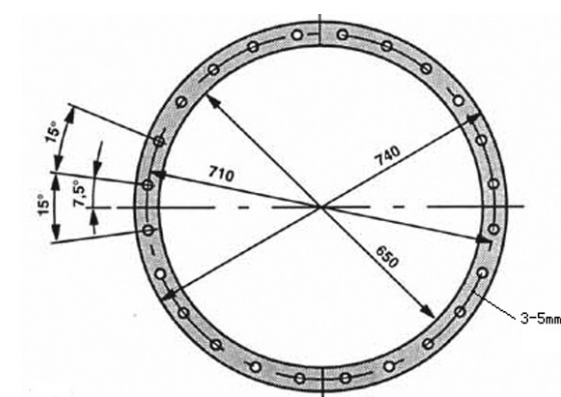

图 18 耐油密封衬垫
分接开关头在变压器箱盖上安装必须用安装法兰(附录 7)和耐油密封衬垫(图 18)。
- 4.2.3.在变压器箱盖的安装法兰上铺放耐油密封垫(图 18)。
分接开关头部法兰在变压器箱盖上安装时，必须使用安装法兰(附录 7)和耐油密封衬垫(图 18)。